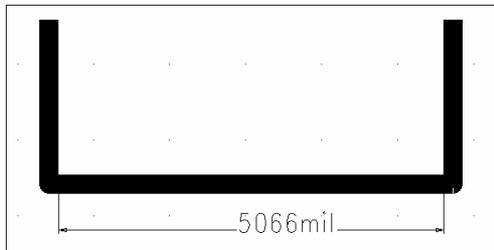

图 13-4 以对象的内侧边缘线作为标注端点
(2) 使用内边 标注时对边缘的选取以对象的内侧边缘线作为标注端点, 以引出两个端点的边界, 如图 13-4 所示。